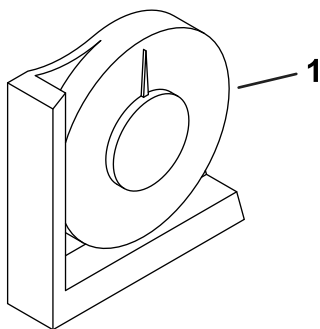

Bild 3
2. Prüfen Sie, ob die Maschine nivelliert ist, indem Sie einen manuellen Neigungsmesser (gehört zum Lieferumfang der Maschine) gegen eine Querschiene des Rahmens am Kraftstofftank halten (Bild 3).